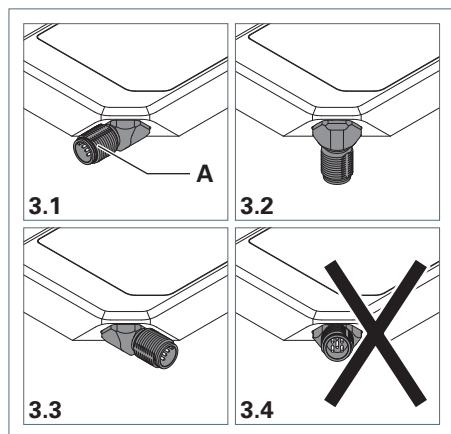

Fig. 3: APA – Positions du connecteur mâle.
- Tournez le connecteur mâle **A** sur la position prévue, voir Fig. 3. La position 3.4 n'est pas admissible car elle est sans fonction.